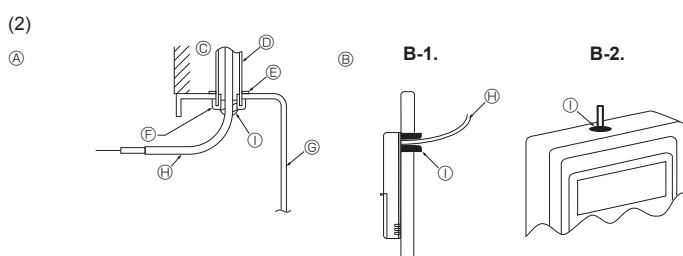

Fig. 6-3
(1) Kies een plaats waar u de afstandsbediening wilt monteren. De temperatuursensors bevinden zich zowel op de afstandsbediening als op het binnenapparaat.
(2) Dicht de opening voor de afstandsbedieningskabel af met stopverf om te voorkomen dat er dauwdruppels, water, kakkerlakken of wormen inkomen. (Fig. 6-3)